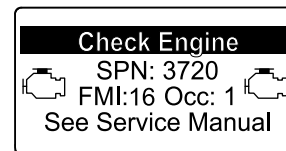

Рисунок 53
- Предупреждение о двигателе SPN 3720, FMI 16 (Рисунок 53)